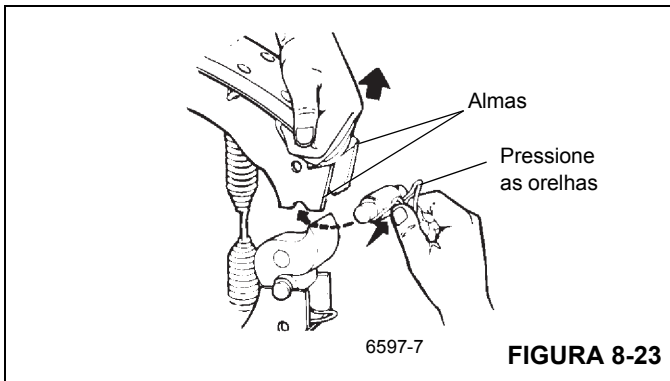

FIGURA 8-23
- d. Puxe todas as sapatas do freio, afastando-as do eixo de comando para que seja possível instalar o retentor do rolete da sapata do freio. Pressione as orelhas do retentor para ajustá-las ao retentor, entre as almas da sapata do freio (Figura 8-23).